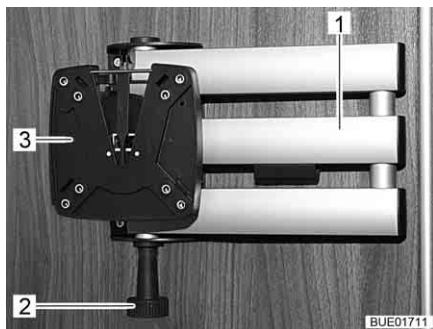

Fig. 64 Support à bras articulé
- Tirer sur le bouton de déverrouillage (Fig. 64,2). Le bras articulé (Fig. 64,1) est déverrouillé.
- Faire retourner l'écran plat dans sa position initiale jusqu'à ce que le support (Fig. 64,3) s'enclenche de manière audible dans le dispositif de verrouillage.